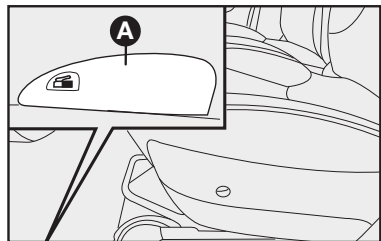
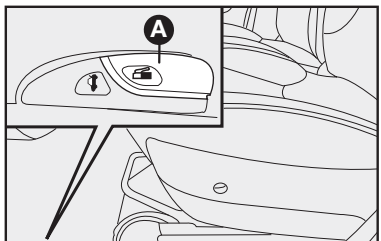

fig. 96
fig. 97
- Destruvar a tampa de acesso ao bocal de abastecimento por dentro do veículo, através da alavanca **A-fig. 96** ou **A-fig. 97** conforme a versão. Levantar a alavanca pela parte dianteira.